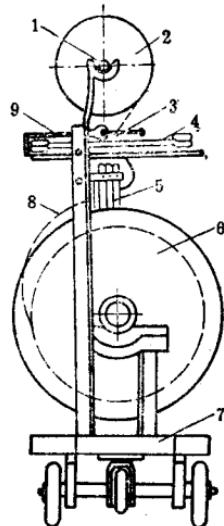

图2-4
(4) 抽导布辊(L43)前，先揩擦干净一端，抽出时防止导布辊与刺毛皮相碰，以免造成油污和破洞。
(5) 机后两人在取出停经片铁条和综框时，一手托住综框，另一手卸去吊综钩，再将停经片和综框、钢筘顺次放在织轴车上。两人动作必须一致，轻取轻放，以免碰断经纱，见图2-4。
(6) 综框取下后，吊综钩即翻在上横梁上。
(7) 卷布辊支撑脚(L16)压下时，必须通知3号同时进行，以免产生坏布。